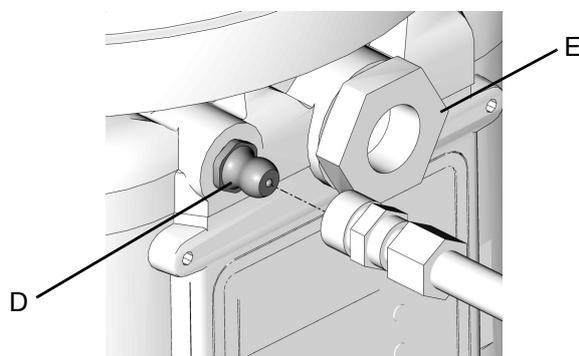

FIG. 23
1. Collegare il tubo flessibile di riempimento al raccordo d'ingresso Zerk (D) (FIG. 23).
1. Collegare il tubo flessibile di riempimento al raccordo d'ingresso (D) (FIG. 23).